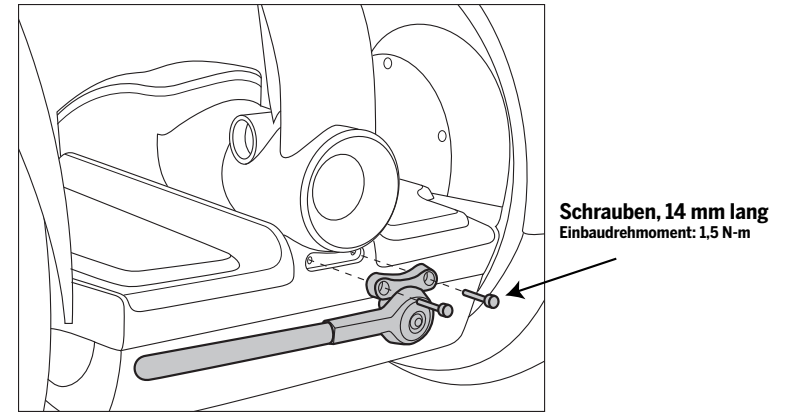

Abbildung 2. Den Parkständer befestigen
3. Halten Sie den Parkständer so über die vordere Verkleidung, dass die Löcher zur Deckung kommen. Siehe Abbildung 2.
4. Drehen Sie die (2) 14 mm langen Schrauben (im Kit enthalten) durch den Parkständer in die vordere Verkleidung. Siehe Abbildung 2. Ziehen Sie die Schrauben mit einem 4-mm-Inbusschlüssel auf 1,5 N-m an.